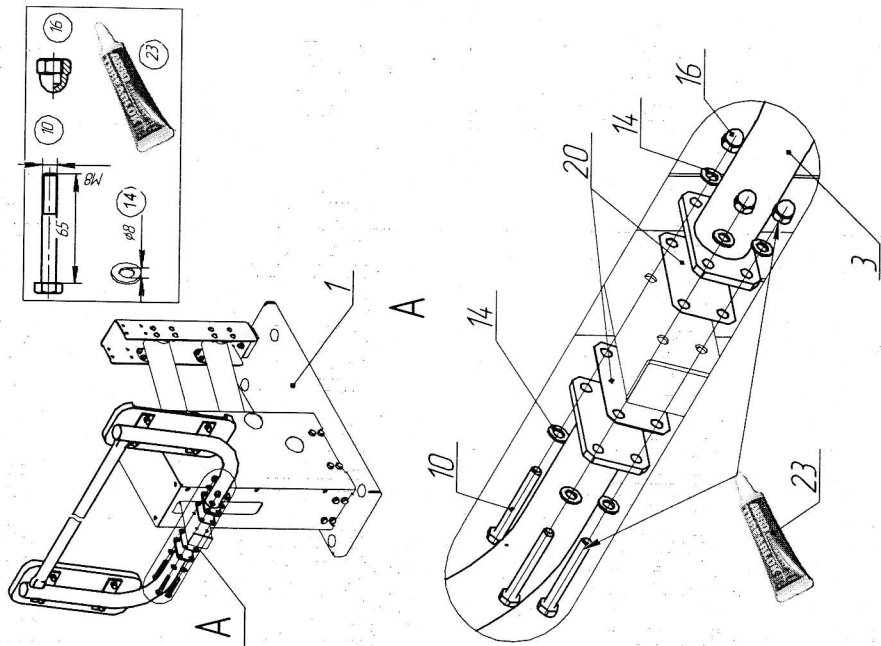

Рис.5
- 12.3.3.1 На стойку поз.2 установить и закрепить опору поз. 3 используя прокладку поз.20 (рис.5) при помощи болтов поз.10, шайб поз.14 и гаек поз.16.